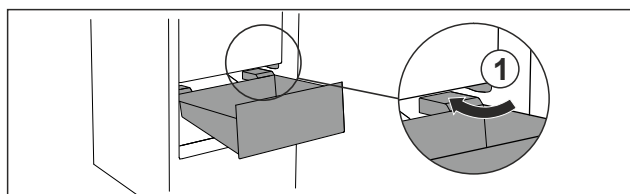

Fig. 98
- Far passare il cassetto intorno ai fermi Fig. 98 (1) inclinandolo.